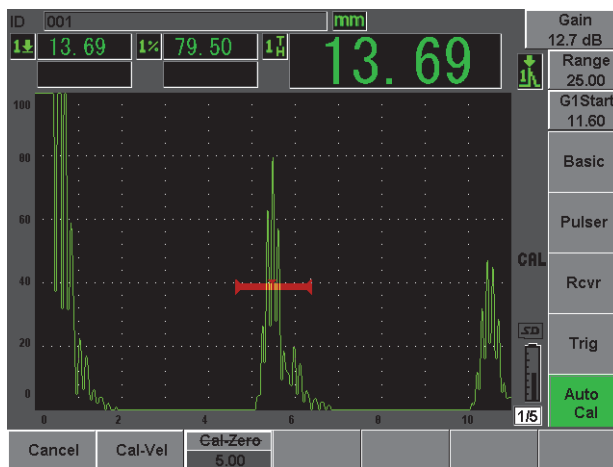

Рис. 2-15 Начало строба 1
11. Доведите амплитуду сигнала до 80 % высоты экрана с помощью функции (**AUTO XX** (см. Рис. 2-15 на стр. 46).